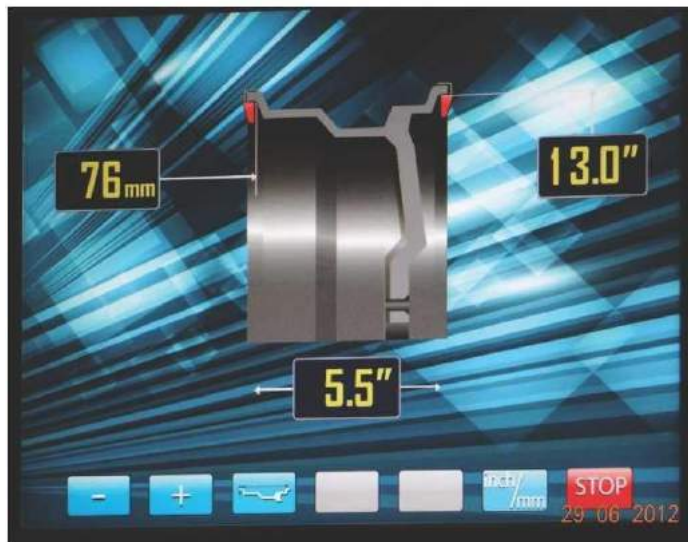

рис.10.2.
При включении питания СБ автоматически устанавливаются исходные параметры « d » и « b », записанные в памяти СБ, которые можно проконтролировать нажимая кнопку A, d, b кнопка 3 на рис.10.2.
корректирующих грузов на внутренней стороне диска (см. рис. 10.1) и удерживать штангу в этом положении до появления звукового сигнала, после чего возвратит штангу в исходное положение. При этом экран основного рабочего режима сменится на экран ввода геометрических параметров колеса рис.10.2.
В этом режиме функционируют кнопки «-» и «+» для ввода ширины диска, а также для коррекции диаметра диска и дистанции от корпуса СБ до колеса, если требуется их ручная коррекция. Переключение кнопок «-» и «+» для коррекции диаметра и дистанции осуществляется кнопкой A,d,b (кнопка 3 рис.10.2), при этом корректируемая величина выделяется красным цветом, кроме того кнопка A,d,b позволяет перейти к экрану ввода геометрических параметров из экрана основного рабочего режима.
11.2.1. Введите геометрические параметры колеса как описано в п. 10.2 или 10.4. На экране ввода геометрических параметров отображается стандартная балансировка грузами на пружинках рис.10.2 или 10. 4.